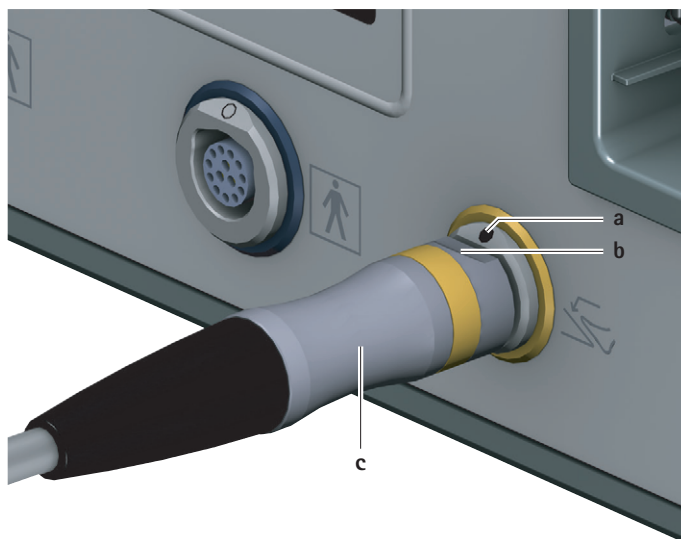

Fig. 2 Conexión del mando de pedal
- Colocar el conector del mando de pedal c de forma que la marca b del conector coincida con la marca a de la conexión para mando de pedal 6, ver Fig. 2.
- ▶ Desenchufar el conector del mando de pedal **c** de la conexión para mando de pedal **6**, ver Fig. 2.